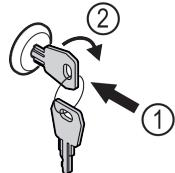

Fig. 86 Зображення для прикладу
- Вдавити ключ Fig. 86 (1).
- Повернути ключ на 90° за годинниковою стрілкою Fig. 86 (2).